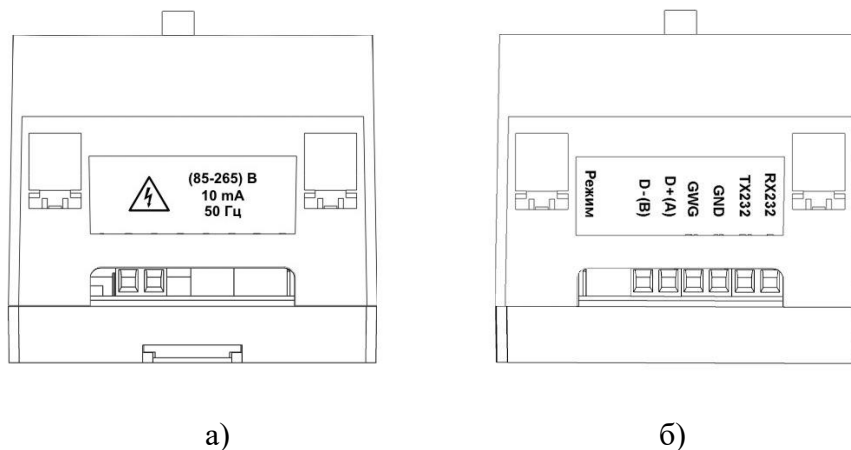

Рисунок 2 Нижняя (а) и верхняя (б) стороны корпусных модемов.
- нажать кнопку «Режим» на верхней стороне модемов М-4.03Т.1.112, М-4.03Т.1.102 (рисунок 2б);